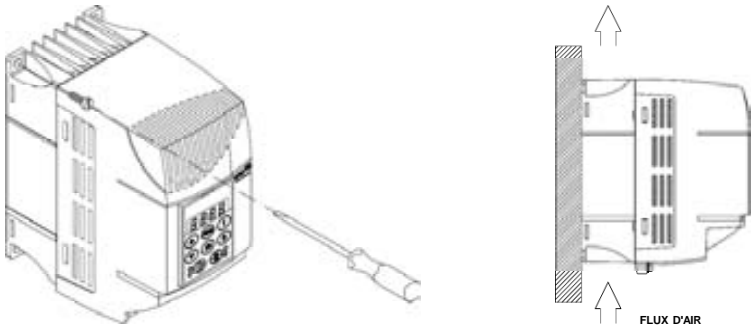

Figure 3.3 - Procédures de montage du CFW-08
- ☑ Pour les procédures d'installation de CFW-08, voir la figure 3.3.